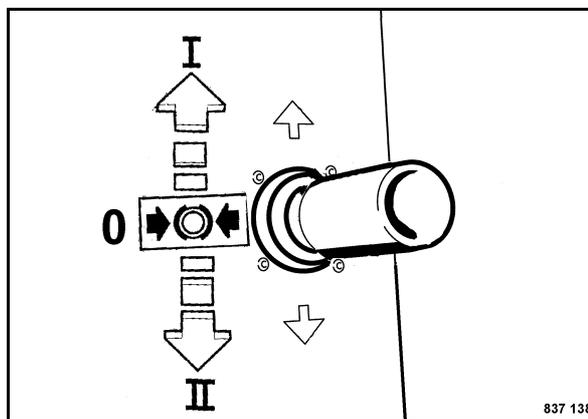

Fig. 76
- Selezionare la direzione di marcia desiderata (Fig. 76).